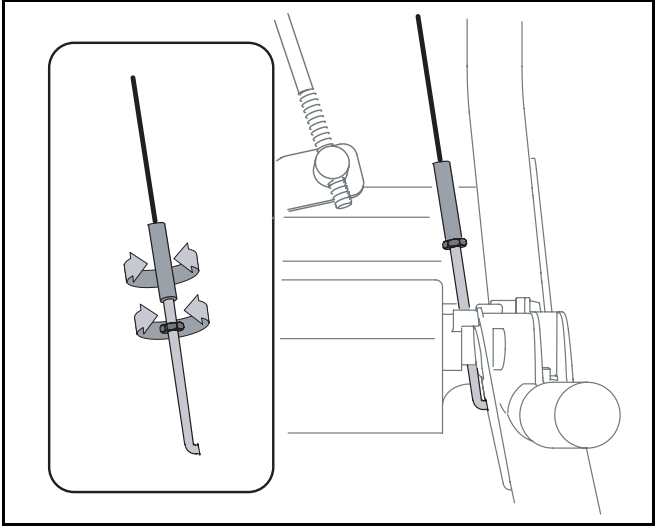

Figure 11
- Resserrez ensuite le contre-écrou à six pans. Voir la Figure 11.